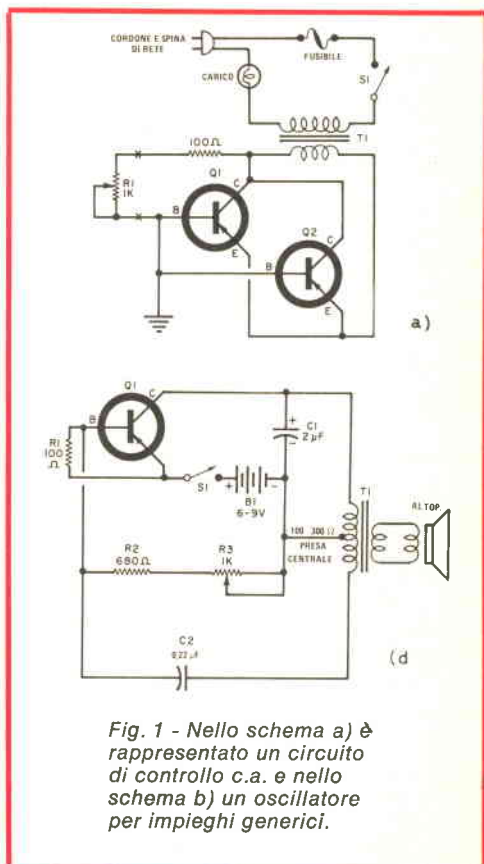

Fig. 1 - Nello schema a) è rappresentato un circuito di controllo c.a. e nello schema b) un oscillatore per impieghi generici.
Nella *fig. 1* e nella *fig. 2* sono illustrati quattro utili circuiti che impiegano appunto transistori di media potenza. Facili da montare, non critici per quanto riguarda le caratteristiche dei transistori e la disposizione dei componenti e dei collegamenti, questi circuiti sono realizzabili in una serata. Essi sono stati ricavati da bollettini tecnici pubblicati dalla Motorola e dalla CBS Hytron alcuni anni fa. Anche se negli schemi vengono indicati transistori di tipo pnp, si possono usare unità npn simili, invertendo le polarità c.c. e, naturalmente, nei progetti si possono usare unità al germanio o al silicio.
Ideato prima che i triac di tipo economico fossero reperibili in commercio, l'interessante circuito di controllo illustrato nella *fig. 1-a* può essere usato con carichi di linea da 50 W a 100 W. Tipicamente, può essere utilizzato come attenuatore di luci o come controllo di velocità per motori di bassa potenza, comè quelli
L'oscillatore audio per scopi generici, illustrato nella fig. 1-b, può essere impiegato in parecchie applicazioni. Con l'interruttore generale S1 sostituito da un tasto, il circuito può essere usato come oscillofono di addestramento dell'albafeto Morse. Il circuito può essere montato in una scatola, usandolo come sorgente audio indipendente per controllare la disposizione di microfoni ed altoparlanti quando si installano sistemi di amplificazione, musicali o di citofoni. Commutato a distanza da un relè, potrebbe essere usato come segnale per sistemi di allarme anti-innesco, anti-incendio e anti-furto. Q1 è un transistor di media potenza.
Fig. 1 - Nella modulazione d'ampiezza, la nota audio (in alto) si combina con la portante RF (al centro) per produrre la forma d'onda riportata in basso, il cui inviluppo varia in ampiezza e frequenza con la nota audio.
La modulazione di ampiezza nella sua forma basilare è forse la più facile da produrre. Per imporre una modulazione ad audiofrequenza (BF) su una portante RF, questa viene fatta variare in ampiezza, in accordo con l'ampiezza istantanea del segnale BF, mediante un procedimento denominato "mescolazione". Nella fig. 1, le forme d'onda audio e portante sono combinate per produrre l'onda RF modulata visibile in basso nella figura stessa. Si noti che l'ampiezza relativa da picco a picco